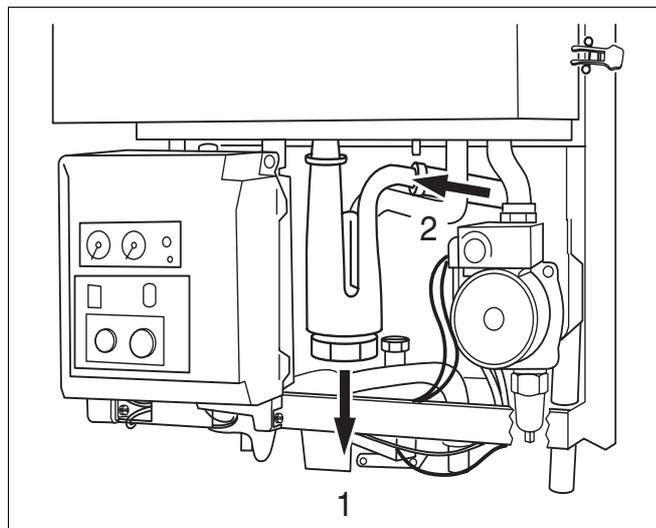

Fig. 46 Smontare il sifone
- Tirare verso il basso il sifone staccandolo dal manicotto con guarnizione a labbro (fig. 46, pos. 1) ed estraendolo dallo scarico (fig. 46, pos. 2).